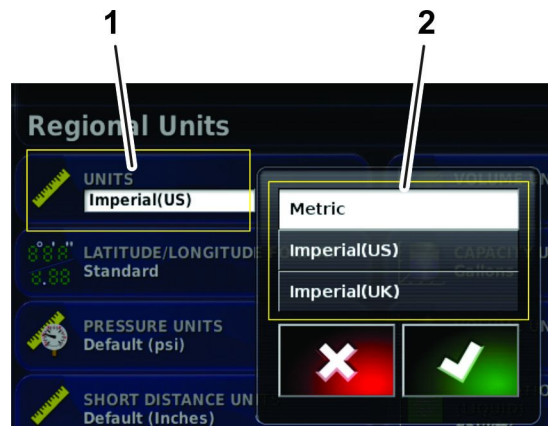

図 21
5. 必要に応じて単位を選択し、散布率を入力し、内容を承認する 図 21。